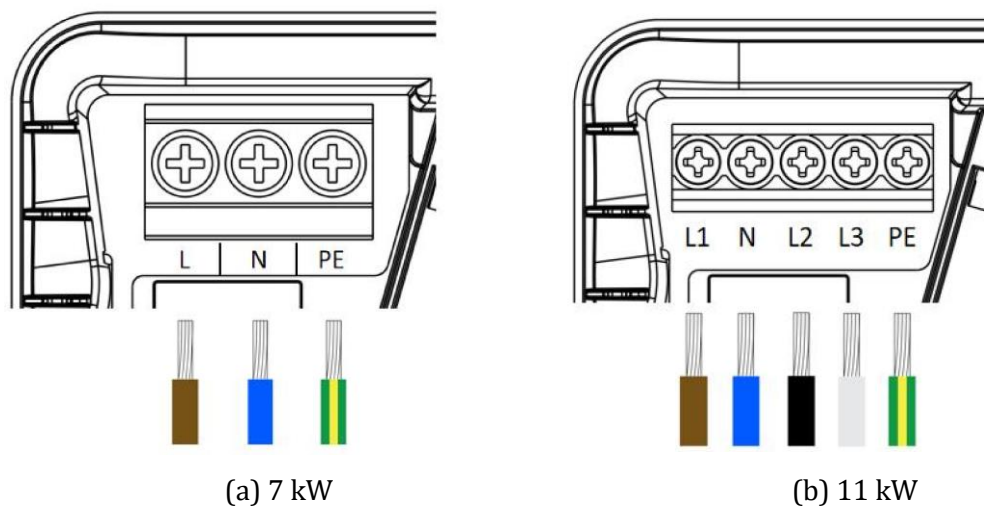

Figura 4-13 Spelatura dei fili
(5) Se il cavo di alimentazione è composto da conduttori flessibili, si consiglia di utilizzare le ghiera sui fili a trefoli. Utilizzare gli strumenti corretti per premerli. La modalità di connessione di 7 kW e 11 kW è mostrata nella Figura 4-13.